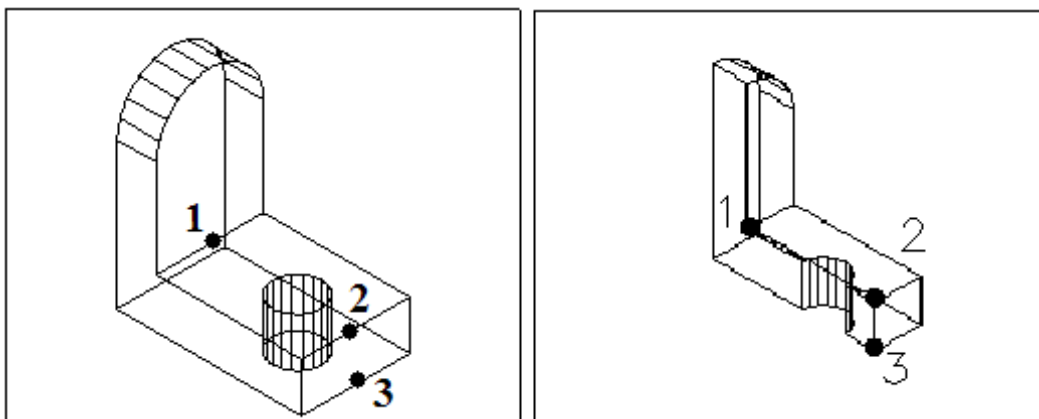

Рисунок 32 - К заданию 3.2.9
3.2.9 Создать трехмерный объект и получить разрез тела плоскостью, проходящей через точки 1, 2, 3 (рисунок 32).